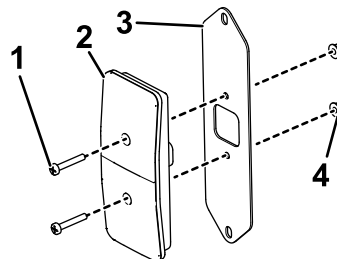

図 1
1. 方向指示器ブラケットに方向指示ランプを取り付ける各ランプにプラスねじ#10 x 1 1/4" 2本、ロックナット#10 2個を使用する 図 1。